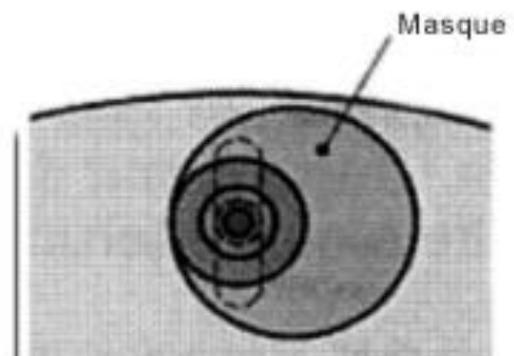

Figure 4
1. Commencez par un ajustage approximatif. Faites glisser les quatre tiges jusqu'à obtenir une répartition homogène de ces dernières. Tournez les masques de façon à masquer totalement les trous oblongs situés en dessous (voir figure 4.)